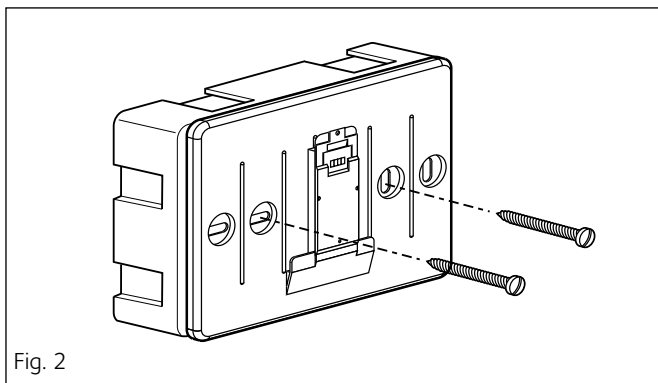

Fig. 2
- collegare la coppia di fili al connettore (come spiegato nella pagina seguente) e richiudere la linguetta di protezione (fig.2),